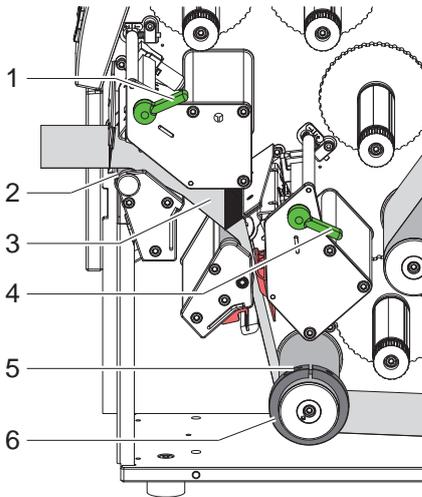

Figura 9 Inserire le etichette
3. Svitare la vite senza testa (5) e spingere completamente verso l'esterno l'anello guida (6).
4. Condurre le etichette attraverso le due unità di stampa fino ai rulli stampatori superiori (2) come indicato nella figura 9.
5. Spingere l'anello guida (6) verso le strisce di etichette (3) e stringere la vite senza testa (5).